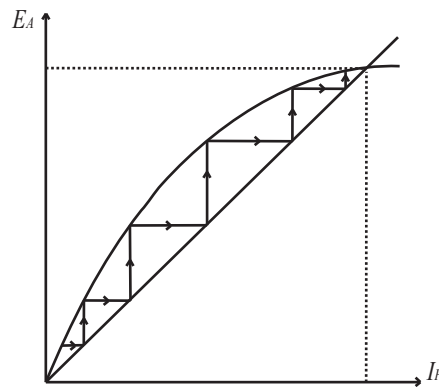

Figura 1: Curva de magnetización del generador DC
4. Explique con la ayuda de la figura 1 cómo es el aumento de tensión en la máquina autoexcitada operando en vacío. Voltaje en el inducido E_A vs. corriente de campo I_F .